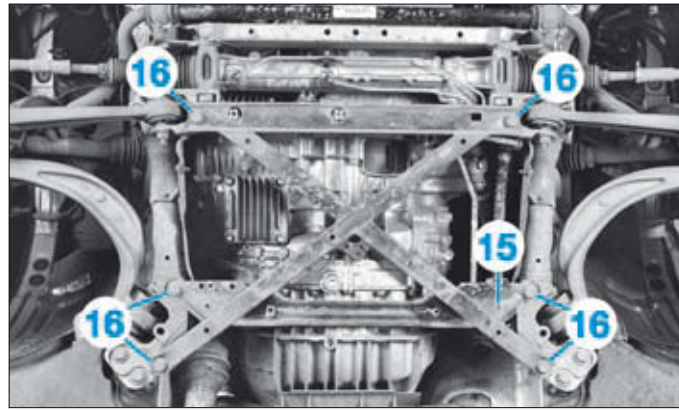
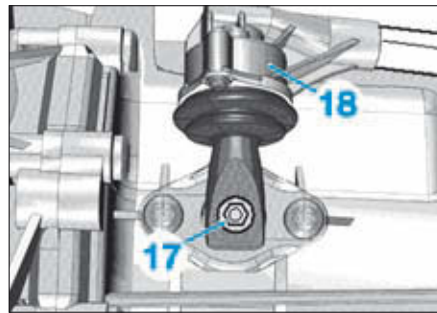

FIG. 13
FIG. 14
- Déposer la vis (15) canalisation hydraulique de direction assistée sur le renfort de berceau (Fig.13).
- Déposer les vis (16) du renfort de berceau.
- Afin d'engager la 6e vitesse, tirer l'arbre de commande (17) et pousser le levier de commande (18) vers l'avant dans le sens de la flèche (Fig.14).